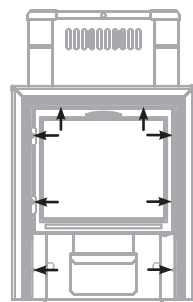

Рисунок 8. Место нахождения винтов для демонтажа дверки при монтаже моделей печи с панорамным топливным каналом.
- 1) открутить саморезы 8 шт., которыми прикрепляется дверка с рамкой к топливному каналу и снять ее; (см. рисунок 8)